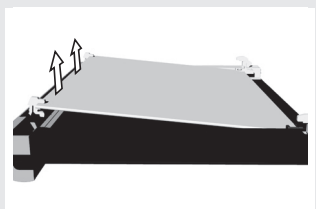

figur 1
- Løft beslagene på venstre og højre side af lågen lidt (til mærket "1" på beslaget), og træk dem væk fra glasset (til mærket "2" på beslaget). (Se figur 1).